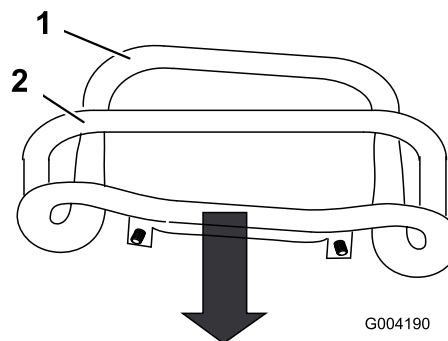

Figura 51
3. Tire hacia atrás del control de tracción hasta que la parte delantera del control entre en contacto con la barra de referencia (Figura 51).